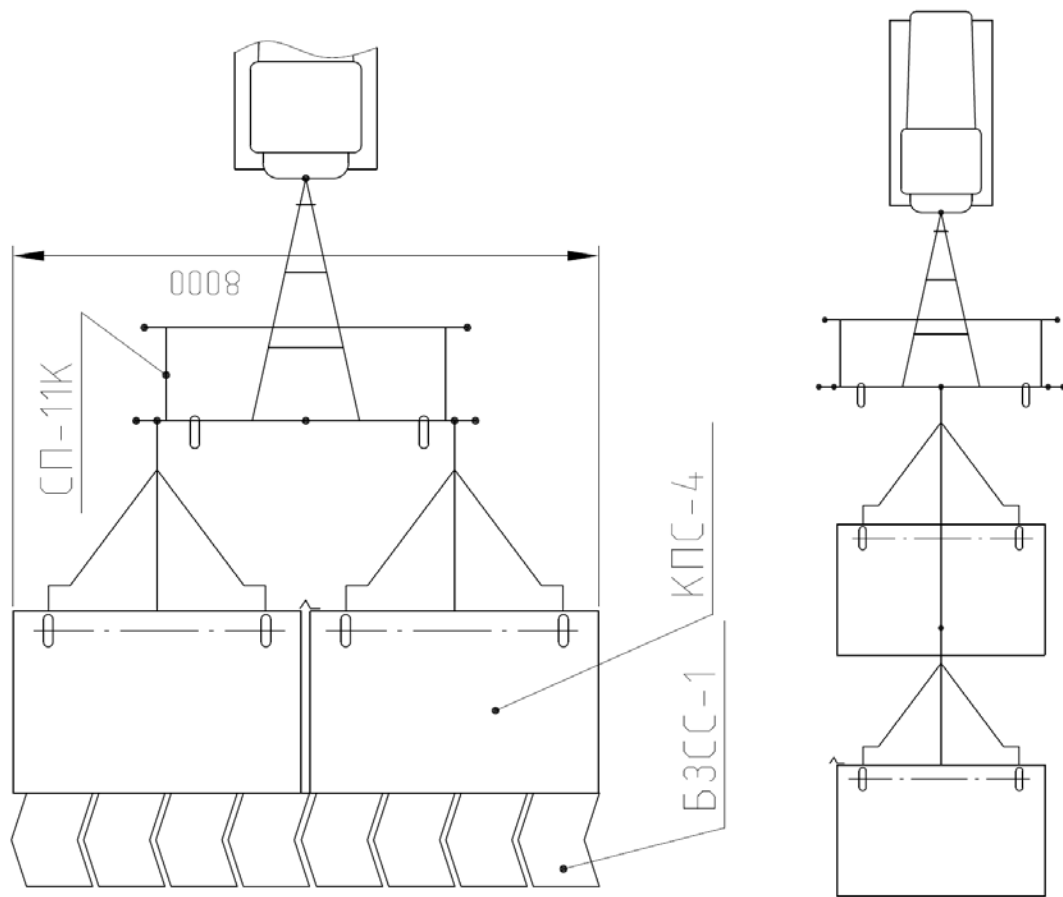
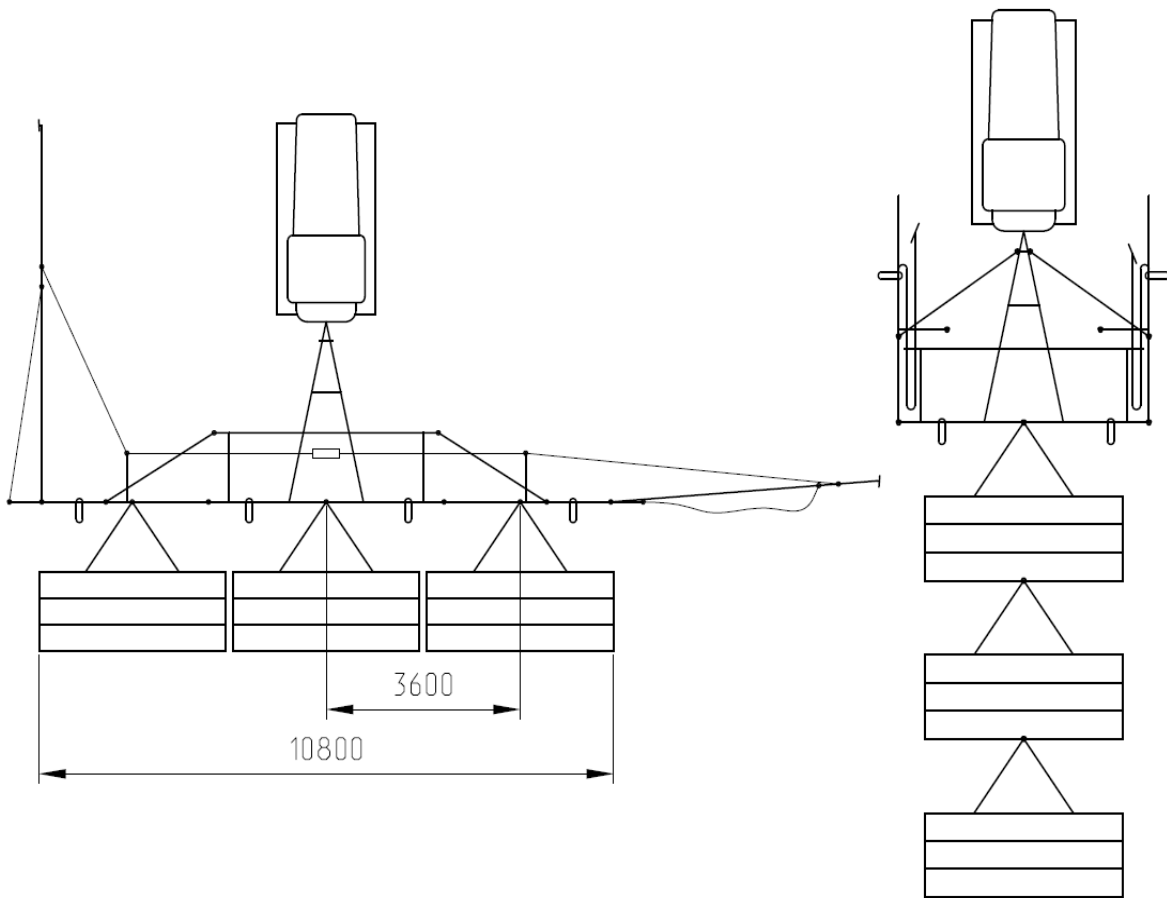

Рис.14 Схема агрегатирования сцепки с культиваторами (рабочее и транспортное положение)
Рис.15 Схема агрегатирования сцепки с сеялками СЗП-3,6 (рабочее и транспортное положения)
Внимание! Для транспортировки сцепки СП11К по дорогам общего пользования необходимо перевести ее в транспортное положение согласно (рис.15а), а именно:
- установите знак ограничения скорости 4 согласно рис.15а.
- Сборку вести согласно выбранной схеме (рис.14; рис.15).
Рис.15а Перевод сцепки в транспортное положение при транспортировке по дорогам общего пользования.